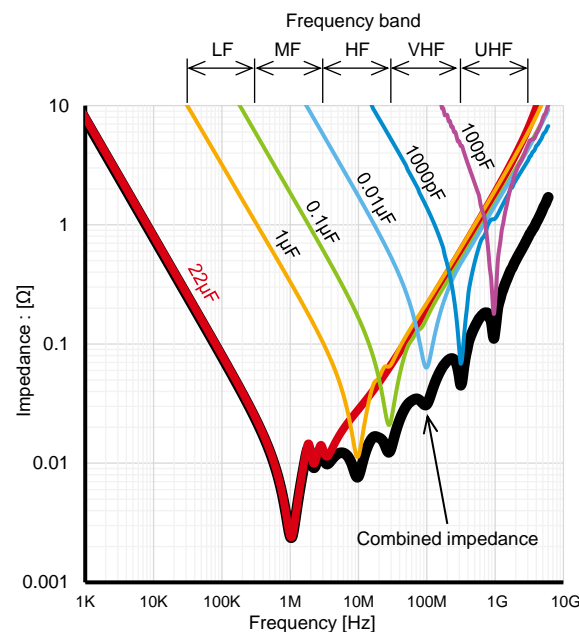

Figure 3. 複数の容量の積層セラミックコンデンサを並列接続したインピーダンス特性の一例。広帯域において低インピーダンス化を図ることができる
広い周波数帯域で低インピーダンス化を図るには、周波数帯域ごとに容量値の異なる複数のコンデンサを並列接続する方法があります。Figure 3 は積層セラミックコンデンサ (MLCC) の一例です。この例では 22 μ F のバイパスコンデンサ 1 個では 1MHz 以上でインピーダンスが上昇するため高周波域でのノイズ悪化が予想されます (赤線)。100pF から 1 μ F までのコンデンサを並列接続することで合成インピーダンスを低く抑えることができます (黒線)。
Figure 3 のグラフより周波数帯域ごとに効果がある容量値の目安を把握しておくことでノイズ対策の指針になります。例えば短波 (HF) 帯 (短波ラジオや市民ラジオなど) へのノイズを小さくするためには 1 μ F や 0.1 μ F を、超短波 (VHF) 帯 (FM ラジオなど) への対策は 0.01 μ F の MLCC を複数個並列接続することで改善が期待できるといった具合です。